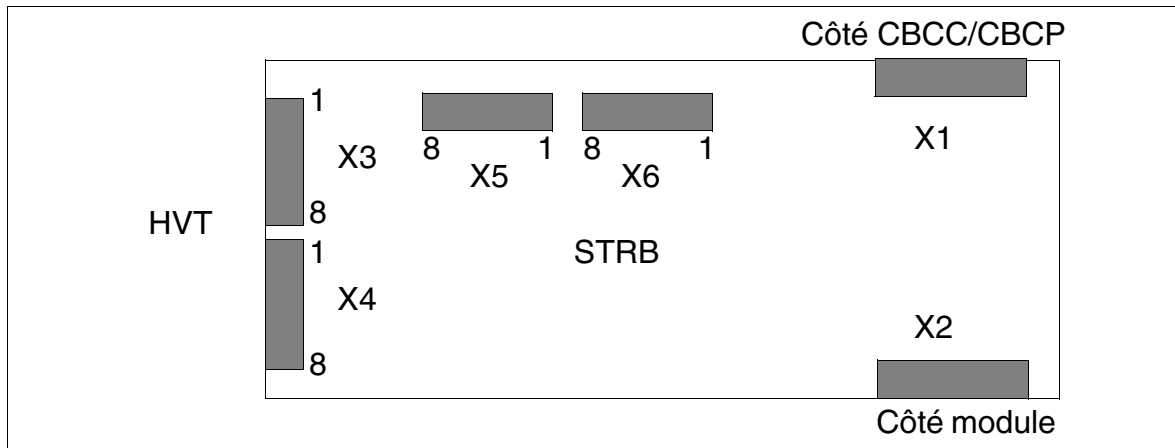

Figure 3-156 Interfaces STRB (S30817-Q932-A)
- STRB (**S**teuer**r**elais-**B**augruppe) S30817-Q932-A (figure 3-156) - pour montage dans HiPath 3550 et HiPath 3350 (boîtier mural).